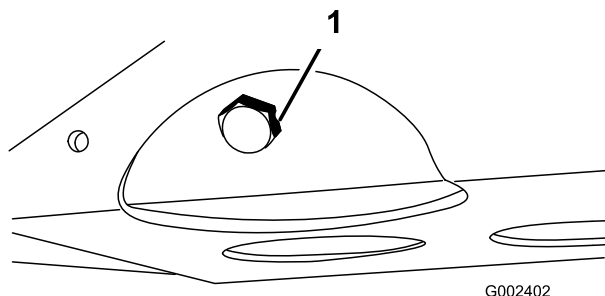

Figure 47
2. Retirez le bouchon de vidange et laissez couler l'huile dans un bac de vidange (Figure 47). Remettez le bouchon quand la vidange est terminée.